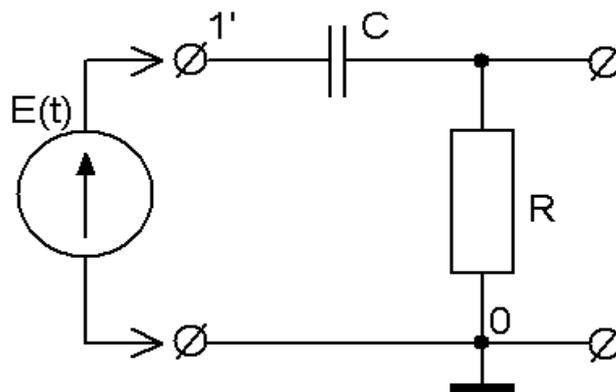

Рисунок 15 – Схема четырехполюсника дифференцирующего типа
1. Собрать схему (рисунок 15) RC цепей дифференцирующего типа из элементов стенда.
1. Подключить ко входу цепи (рисунок 15) встроенный генератор прямоугольных импульсов (из состава стенда). К его внешним выводам и подключить переменный резистор $R_{var} = 470$ кОм.